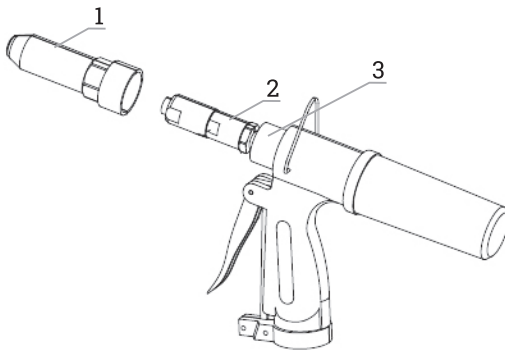

Рис. 3. Регулировка заклепочного захвата
1. Держите заклепочный пистолет торцевым колпачком в сторону от себя. Снимите хромированный торцевой колпачок (рис. 3).
2. Используйте гаечный ключ на 15 мм, чтобы удерживать корпус зажима, и ключ на 17 мм, чтобы ослабить контргайку (см. рис. 3).